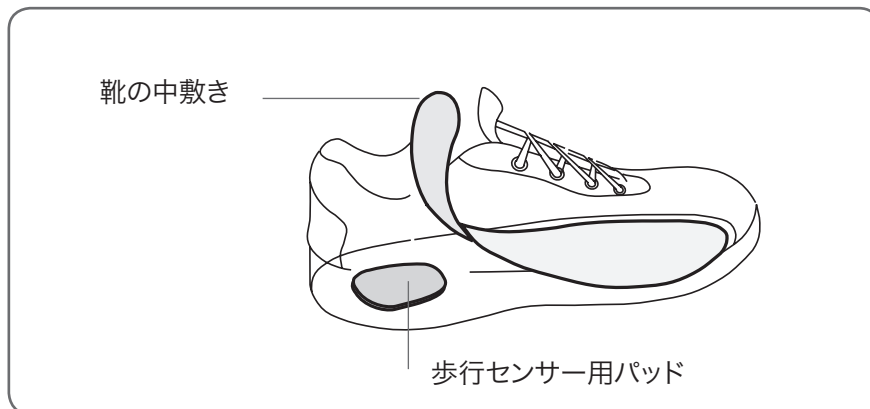

図 8 : 歩行センサー用パッドの配置
2. 歩行センサー用パッドを靴のかかとに合わせて中敷の下に取り付けます (図 8 を参照)。